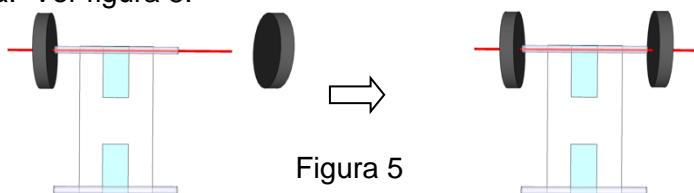

Figura 5
- 5 Inserte otro disco de espuma en el extremo restante del agitador de café, como se muestra. Ver figura 5.